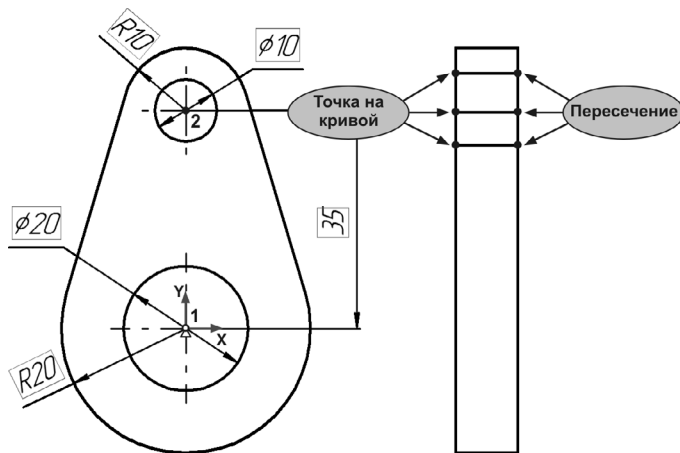

Рис. 66.30.
- 5.3. В верхней части прямоугольника постройте три горизонтальных отрезка (рис. 66.30). Начальные точки укажите при помощи привязки **Точка на кривой**, а конечные — с помощью привязки **Пересечение**.